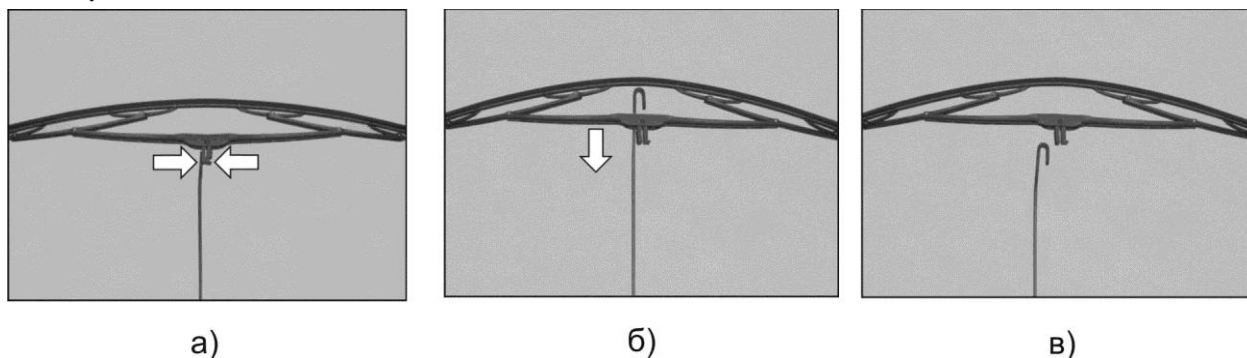

Рис. 7.32. Замена щеток стеклоочистителя
- прижать концы пластмассового зажима, согласно стрелкам показанным на рис. 7.32,а ;
- скользящим движением продвинуть щетку по рычагу по направлению стрелки (рис. 7.32,б) и снять щетку (рис. 7.32,в);